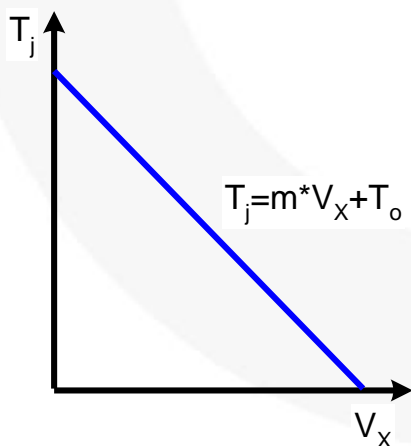

図 9. コンスタント・センス電流を用いた TSP プロット例
が、1~10 mA 程度の電流であれば問題ありません。特定の温度範囲内で、特定の温度ごとに測定を繰り返します。図 9 は標準的な結果を示しています。
半導体接合部については、直線図 9 の傾き m は常に負の値となるため、接合部温度が上昇するほど順方向導通電圧は低下します。この式 (4) を得るプロセスは、所定のデバイスのプロセスと呼ばれます。